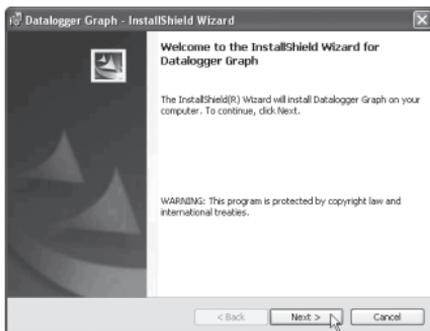

Fig. 1
3. Auf **Setup.exe** klicken. (Fig. 1, siehe Seite 30)